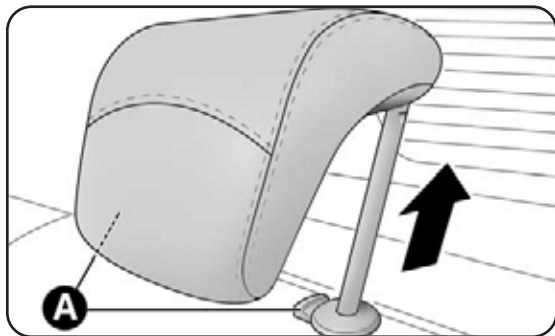

fig. 25
- premi i tasti A-fig. 25 quindi rimuovi gli appoggiatesta sfilandoli verso l'alto.